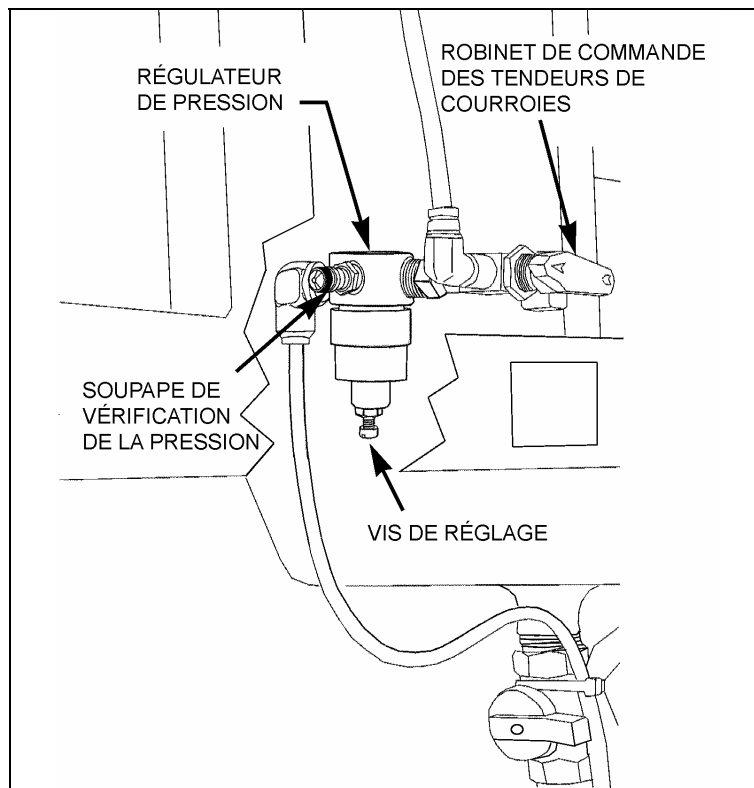

FIGURE 1
1. Pour procéder au remplacement des pièces, localiser le robinet de commande des tendeurs de courroies puis tourner la manette du robinet dans le sens antihoraire pour relâcher la pression dans les ballons des tendeurs. Avant de procéder, mettre le sélecteur de commande de démarrage arrière en position OFF et s'assurer que toutes les précautions entourant l'arrêt du moteur ont été prises (voir figure 1).